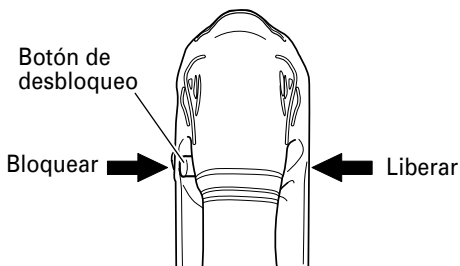

Fig. 9
## (1) Botón de bloqueo-desconexión (Fig. 9)